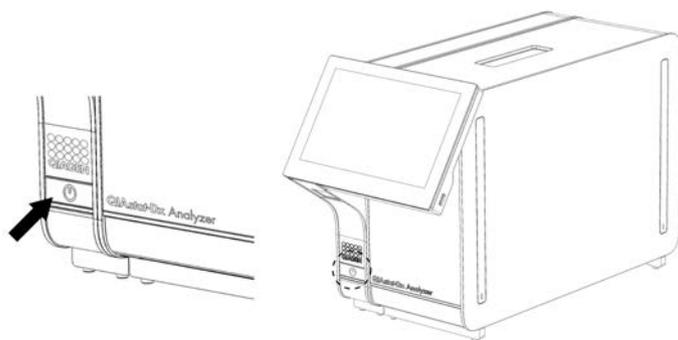

Figure 22. Démarrage de l'instrument à l'aide du bouton ON/OFF (Marche/Arrêt).
1. Appuyez sur le bouton ON/OFF (Marche/Arrêt) à l'avant du QIAstat-Dx Analyzer 1.0 pour démarrer l'unité (figure 22).